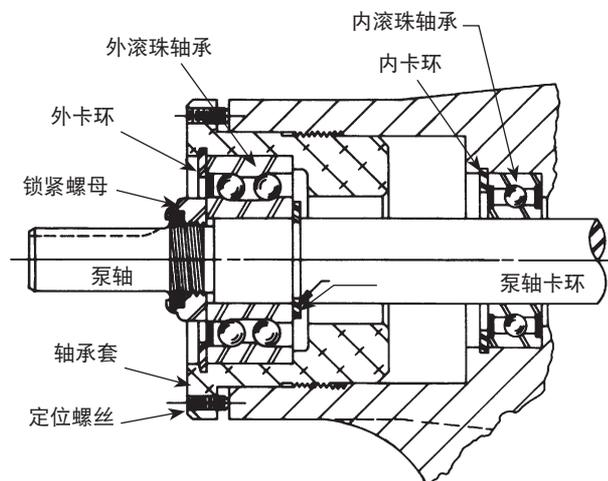
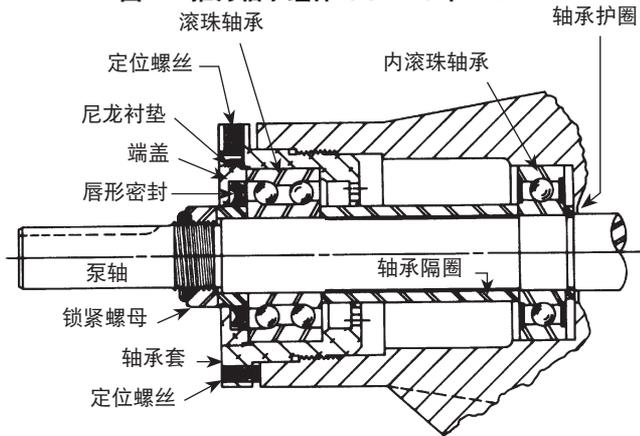

图 7 - 推力轴承组件 GG、HJ 和 HL
图 8 - 推力轴承组件 AS、AK 和 AL 型号
1. 请参阅第 6 页的图 7 和图 8，了解要拆卸的泵的型号和零件名称。
6. 在转子齿和端口之间插入一根黄铜棒或一片硬木，以免泵轴转动。逆时针旋转锁紧螺母，从泵轴上拆下锁紧螺母。请参阅第 6 页的图 7 和图 8。
7. 松开轴承套表面的两个定位螺丝，逆时针转动推力轴承组件，将它从泵体上卸下。请参阅第 6 页的图 7 和图 8。
8. GG、HJ、HL：从泵轴上拆下卡环。请参阅第 6 页的图 7。
AS、AK、AL：从泵轴上拆下轴承隔圈。请参阅第 6 页的图 8。
11. **GG、HJ、HL**：从泵体上拆下内卡环和单排滚珠轴承。请参阅图 7。
AS、AK、AL：拆下轴承护圈。请参阅图 8。
GG、HJ、HL：从轴承套上拆下外卡环，然后拆下滚珠轴承。请参阅图 7。
AS、AK、AL：拧松法兰外壁上的两个定位螺丝。逆时针旋转端盖和唇形密封，拆下它们。拆下滚珠轴承。请参见图 8。
6. 在泵体中安装单排滚珠轴承。（对于使用单密封轴承的较早型号，用多功能润滑脂 NLGI#2 填满滚珠轴承，然后将轴承安装在泵体中，密封端指向泵的泵盖端。）对于 GG、HJ 和 HL 型号泵，请安装内卡环。请参阅第 6 页的图 7。
注意：AS、AK 和 AL 型号泵没有卡环，在装轴承之前，必须在泵轴末端安装轴承护圈。请参阅第 6 页的图 8。
7. 将轴承隔圈装到泵轴上，压住泵体内的单排滚珠轴承（AS、AK 和 AL 型号泵）。请参阅第 6 页的图 8。
8. 将泵轴卡环安装到泵轴的凹槽中（GG、HJ 和 HL 型号泵）。请参阅第 6 页的图 7。
9. 对于使用单密封轴承的型号，用多功能润滑脂 NLGI#2 将润滑室（位于推力轴承组件中的内部滚珠轴承和双排滚珠轴承之间）填到大约半满。请参阅第 6 页的图 7 和图 8。
10. 用多功能润滑脂 NLGI#2 填满双排滚珠轴承，然后将其推入轴承套内，防护侧应朝向泵轴的联轴节端。请参见第 6 页的图 7。（AS、AK 和 AL 型号泵不使用带防护垫圈的轴承）。对于 GG、HJ 和 HL 型号泵，请安装卡环，以便固定轴承。
注意：AS、AK 和 AL 型号泵上，应在轴承套端盖内装上唇形密封。唇缘应朝向泵轴末端。将轴承隔圈套放在唇形密封内，然后装进轴承套，拧紧固定螺丝。请参阅第 6 页的图 8。
请参阅第 6 页的图 7 和图 8。